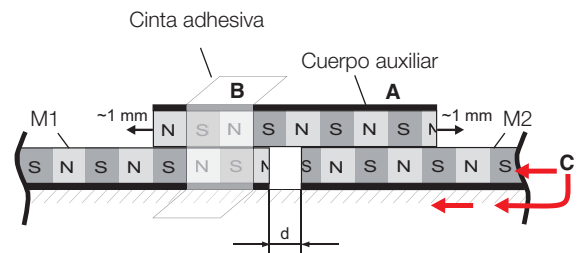

Fig. 4-10: Cuerpo de medición M2 que se coloca debajo del cuerpo auxiliar, d = 4-10 mm
3. Coloque el cuerpo auxiliar al revés sobre el cuerpo de medición M1. Las fuerzas magnéticas del polo opuesto de abajo atraen el cuerpo auxiliar de modo que queda encajado (Fig. 4-10).
4. Introduzca el inicio del segundo cuerpo de medición M2 debajo del cuerpo auxiliar y desplácelo aproximándolo al cuerpo de medición M1 hasta que encaje magnéticamente (Fig. 4-10). Deje una distancia (d) suficiente con respecto a M1, p. ej. 4-10 mm.